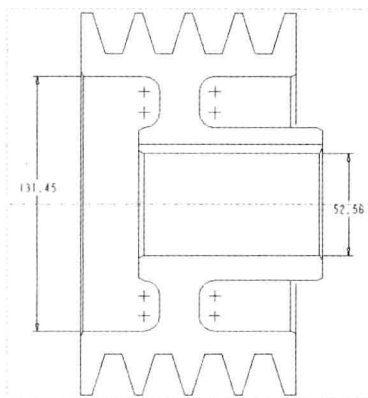

图 3-70 替换尺寸
Step 04 移动鼠标指针至右方合适位置，单击鼠标中键，即可完成尺寸的替换，如图 3-70 所示。